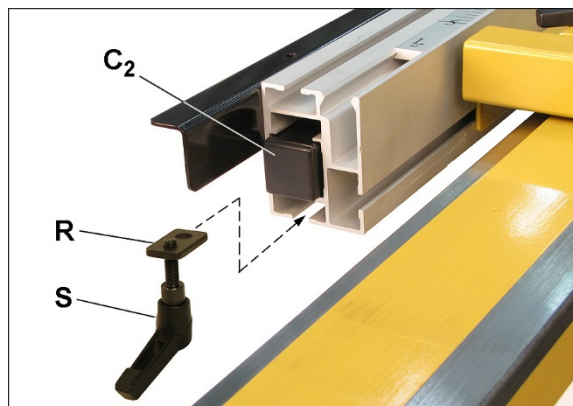

Рисунок 7-22
5. Вставьте T-образную гайку с фиксирующей ручкой (R/S, рисунок 7-22) в нижний паз направляющей настройки угла. Затяните фиксирующую ручку, чтобы зафиксировать толкатель стола (C2).